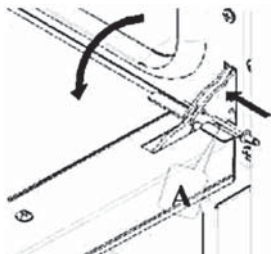

Fig. 6
- Insérer les épines en dotation dans les trous "A" qui sont présents sur les deux charnières (Fig. 6);